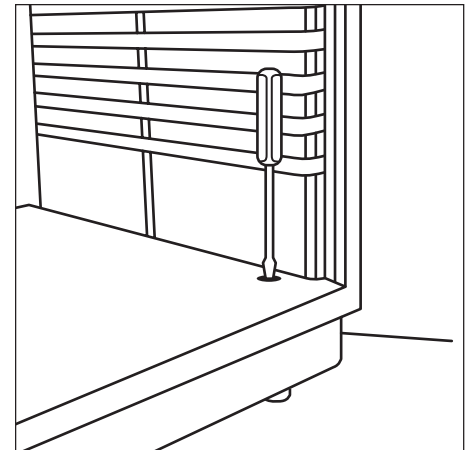

Fig. 3
8. Pour mettre de niveau, tourner un tournevis à lame plate de 6 mm (1/4 po) dans le sens des aiguilles d'une montre pour soulever et dans le sens inverse des aiguilles d'une montre pour abaisser le meuble (fig. 3).